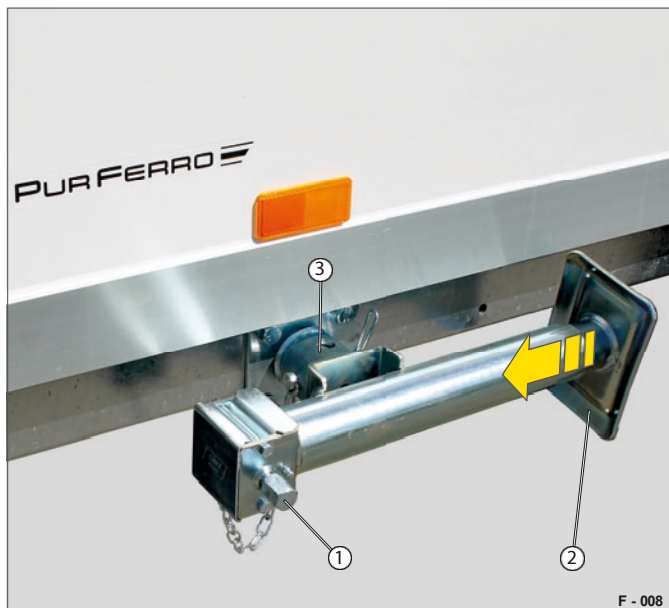

Fig. 7 Teleskopisk veivstøtte i kjørestilling
- Før kjøring må du kontrollere at alle støttene er i vannrett stilling, at nivelleringsfoten (fig. 7/2) er trukket inn og at støttene er festet i braketten (fig. 7/3). (Fig. 7/3) er sikret.
- Plasser sveiven på sveivfestet (fig. 7/1).